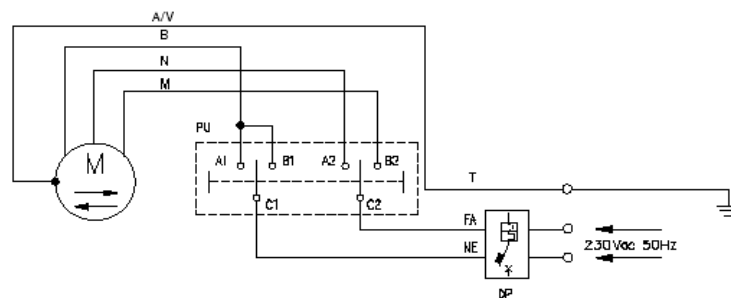

FIG. 7
- Antes de enganchar la tela o persiana al rodillo (fig. 6) realizar la conexión eléctrica como se muestra en la fig. 7.
- Presionar el pulsador de subida y bajada (PU) para comprobar la correcta rotación del rodillo en la subida y bajada de la tela o persiana (en caso de hacerlo al revés, invertir los cables negro y marrón) (ver fig.7)